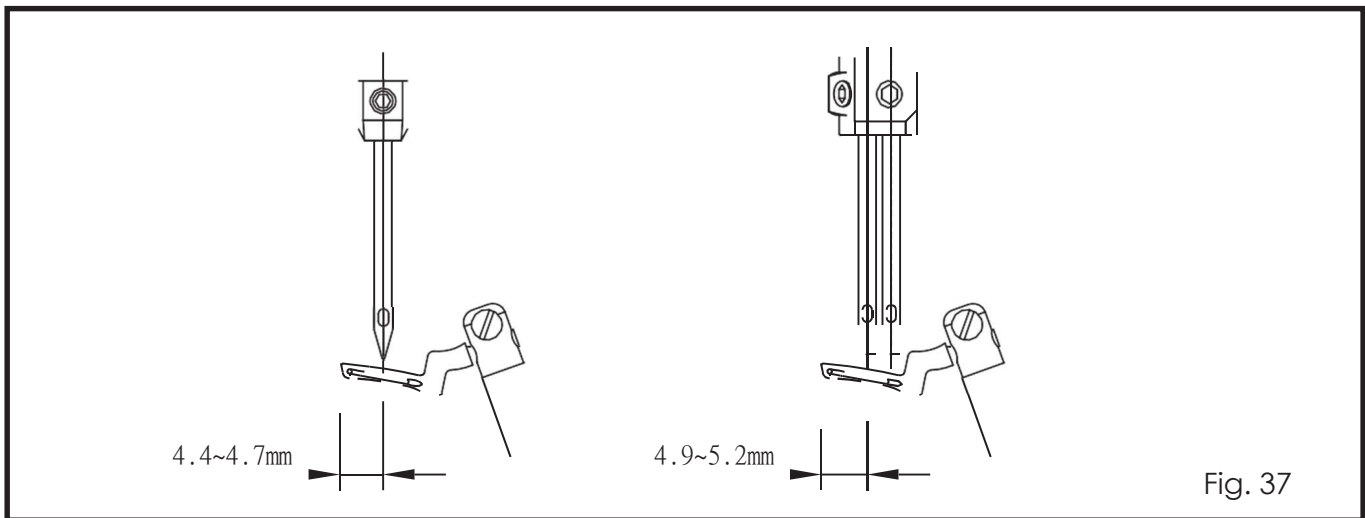

Fig. 37
1. A relação entre a agulha e quando o looper move-se para o ponto mais para esquerda, a distância da ponta do looper e o meio da linha da agulha é de 4.4 ~ 4.7mm. Para modelo de agulha dupla, a distância da ponta do looper e o meio da linha da esquerda da agulha é de 4.9~5.2mm.(Fig.37)